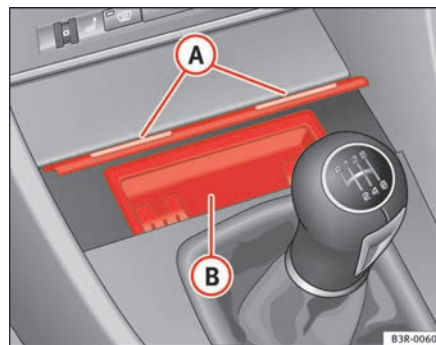

Fig. 133 Consola central:
- Premir brevemente a moldura frontal do cinzeiro (A) ⇒ fig. 133.
- Pegue na carcaça do cinzeiro (B) ⇒ fig. 133 pelas reentrâncias laterais e retire-a puxando para cima.